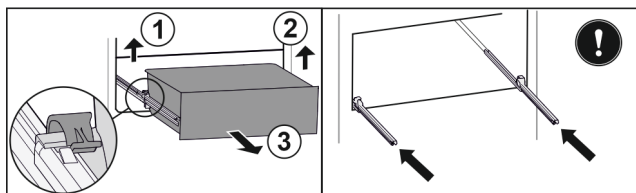

Fig. 126
- ▶ Zvedněte levou svorku a současně vytáhněte zásuvku vlevo dopředu. Fig. 126 (1)
- ▶ Zvedněte pravou svorku a současně vytáhněte zásuvku vpravo dopředu. Fig. 126 (2)
- ▶ Vyjměte zásuvku dopředu. Fig. 126 (3)